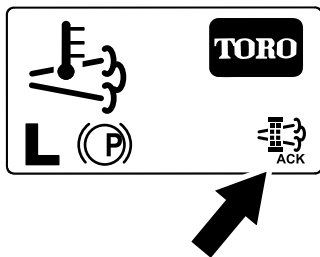

Figura 59
8. El InfoCenter muestra la pantalla de inicio y aparece el icono de Regeneración aceptada (Figura 59) en la esquina inferior derecha de la pantalla mientras se realiza la regeneración.